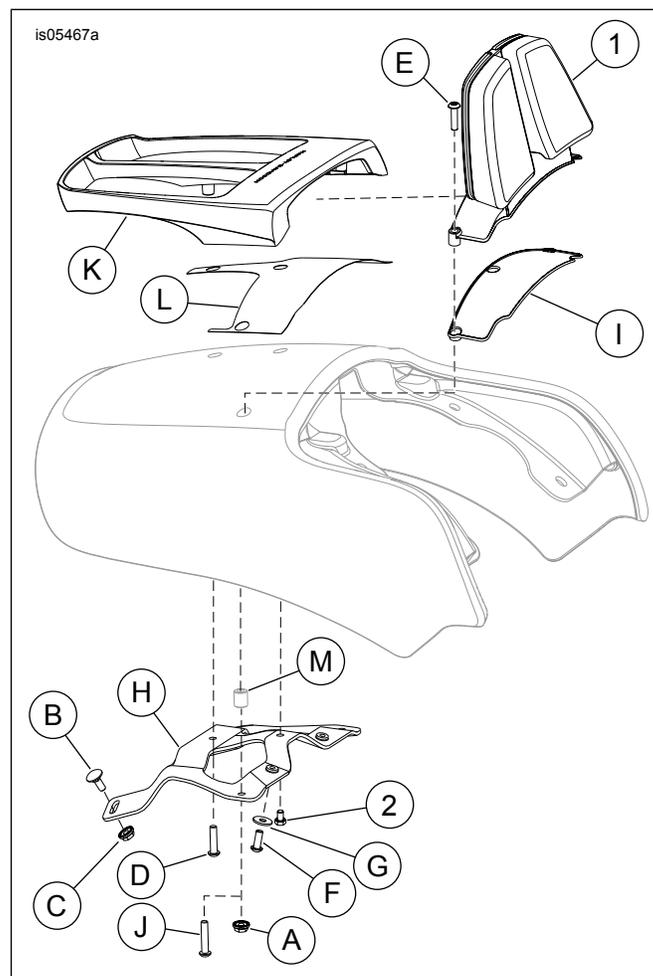

Figura 5. Peças de reposição: Montante VRSCF
Veja a Figura 5 e a Tabela 1.
1. Veja a Figura 5. Remova os parafusos franceses (B) e as porcas flangeadas (C). Guarde para a instalação.
2. Remova os parafusos (D, F e J) e as arruelas (G). Guarde para a instalação.
3. Remova os espaçadores (M). Descarte os espaçadores.
4. Remova o suporte de montagem (H) e o bagageiro (K). Guarde para a instalação.
6. Veja a Figura 5. Instale o montante (1) na gaxeta de borracha (I).
8. Alinhe os furos de montagem do suporte de apoio (H) com os furos de montagem do montante.
9. Veja a Figura 5. Instale o parafuso (2) e aperte com os dedos.
10. Instale os dois parafusos (E) e as porcas (A) nos locais de montagem externos e aperte-os com os dedos.
12. Aperte o parafuso (2) com torque de 10–12 N·m (88–106 in-lbs).
6. Se o bagageiro não estiver instalado: Veja a Figura 5. Aplique a fita de proteção (L) na superfície pintada usando os furos feitos para o alinhamento.
7. Veja a Figura 5. Deslize o montante (1) no bagageiro (K).
9. Alinhe os furos de montagem do suporte de apoio (H) com os furos de montagem do montante e do bagageiro.
10. Veja a Figura 5. Instale o parafuso (D) e aperte com os dedos.
11. Instale o parafuso (2). Aperte com os dedos.
12. Instale os dois parafusos (J) nos locais de montagem dianteiros e aperte-os com os dedos.
14. Aperte o parafuso (2) com torque de 10–12 N·m (88–106 in-lbs).
4. Veja a Figura 5. Instale dois parafusos (F) e arruelas lisas (G) através dos furos no compartimento do assento e nas porcas soldadas do suporte de apoio (H). Aperte com os dedos.
7. Veja a Figura 5. Aperte as porcas (C) e os parafusos (F) com torque de 7–9 N·m (62–80 in-lbs).